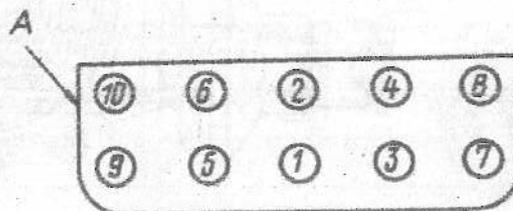

Bild 31. Reihenfolge, in der die Zylinderkopfmutter nachgezogen werden:
1. Befestigungsmuttern des Zylinderkopfs nach Einlaufen des Wagens und jeweils nach 1000 Fahrkilometern nach jedem Abnehmen des Zylinderkopfs nachziehen. Das Nachziehen der Muttern ist in zwei Arbeitsgängen am kalten Motor vorzunehmen und dabei die in Bild 31 gegebene Reihenfolge einzuhalten.